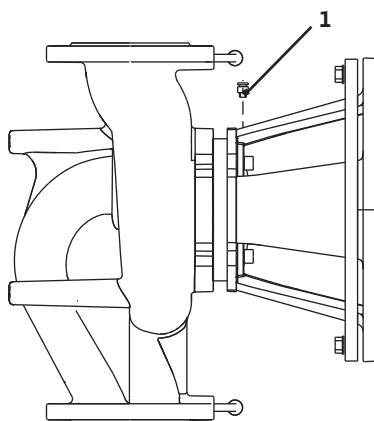

Fig. 38: Válvula de ventilación
- Despresurizar la bomba abriendo la válvula de ventilación (Fig. 38, pos. 1).